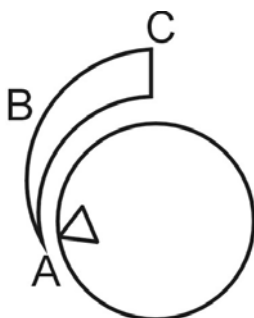

Рис. 4.19. Положения ручки регулятора управления оборотами двигателя
4. Ручку управления оборотами двигателя установить в положение низких оборотов (А, Рис. 4.19).